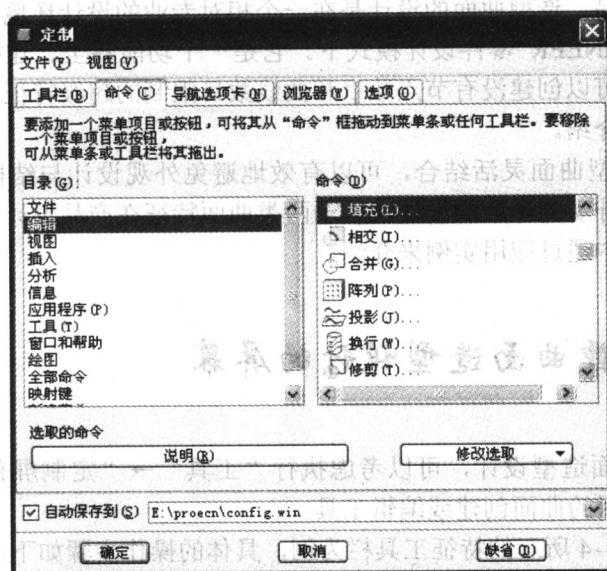

图 1-6 “定制”对话框
- (3) 进入“命令”选项卡，在“目录”列表框中选择“编辑”选项，然后在“命令”列表框中选择要添加的命令（工具）。如图 1-6 所示，选择“填充”命令，然后按住鼠标左